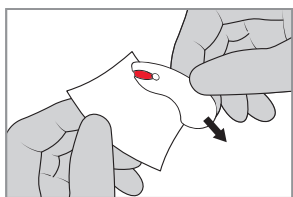
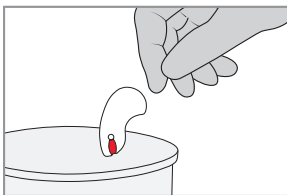

ABBILDUNG 3-9
ABBILDUNG 3-13
- d) Zum Abschließen der Messung gehen Sie bitte entsprechend den Schritten h–m und *ABBILDUNG 3-9* bis *ABBILDUNG 3-13* in Abschnitt 3.1 *Kapillarblut* vor. Starten Sie die Messung spätestens 40 Sekunden nach dem Befüllen der Mikroküvette.